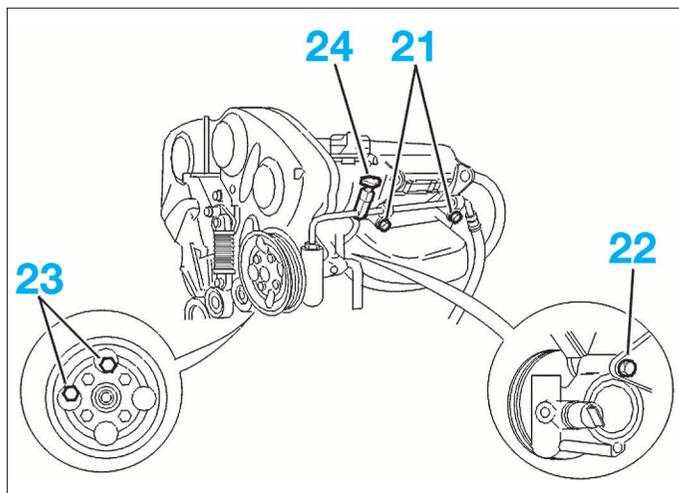

FIG. 100
- les vis (21) (Fig.100) de bridage du tuyau haute pression du circuit de direction assistée.
- la vis (22).
- les vis (23).